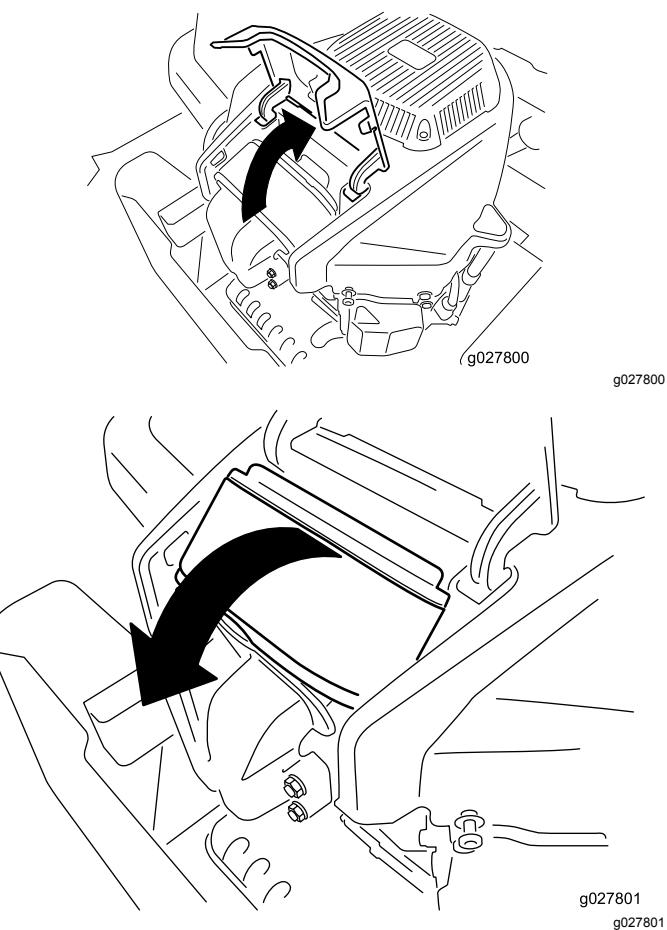

Figura 42
4. Sollevate il coperchio e ruotate il gruppo del filtro dell'aria per estrarlo dal motore (Figura 42).